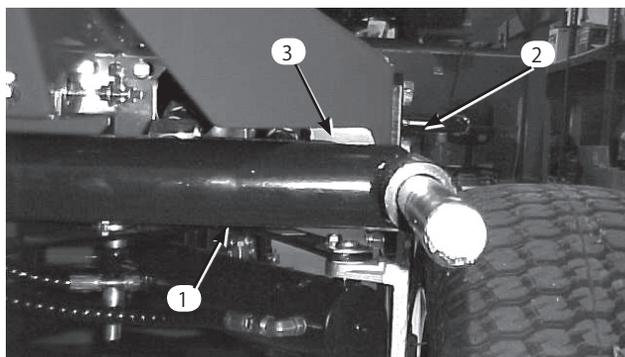
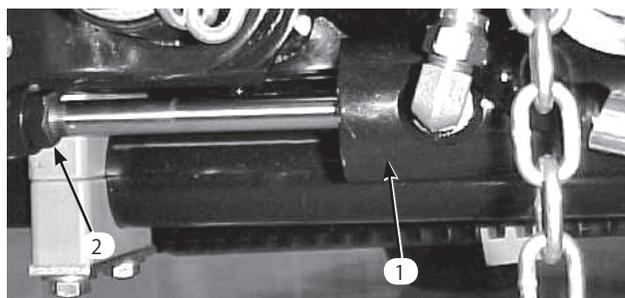
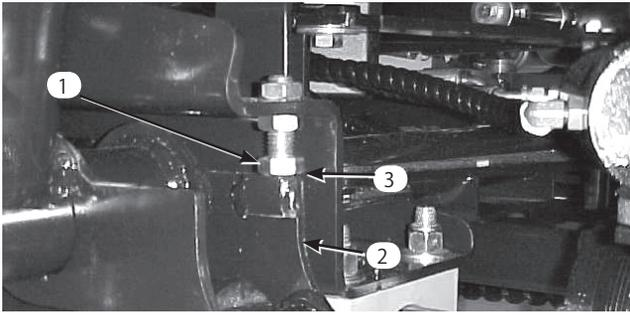

図23
図24
図25
1. エンジンを始動し、昇降アームを上昇させ、各昇降アームとフロア・プレート・ブラケットの間のすきまを測定する (図23)。この値が4.6~8.1 mmの間でない場合は、ストップ・ボルト (図25) を戻し、シリンダを調整して隙間を作る。シリンダの調整は、ジャムナット (図24) を戻し、ロッドの端部からピンを抜いてクレビスを回転させて行う。調整が終わったらピンを取り付けて隙間の大きさを確認する。必要に応じてこの調整操作を繰り返す。クレビスのジャムナットを締めつける。
2. 各昇降アームとストップ・ボルトとの隙間（図25）が0.13～1.0 mmの間にあるかどうか点検する。この値が4.6～8.1 mmの間がない場合は、ストップ・ボルト（図25）を戻し、シリンダを調整して隙間を作る。